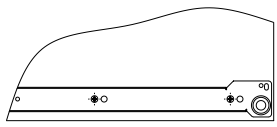

Рис.1
1. При помощи винтов М5х8 установить направляющие длиной 400 мм на боковины 1, 2 и на стоевую 6. **Внимание:** данные направляющие закрепляются во вторые (большие) отверстия (Рис. 1).
(Рис.1)